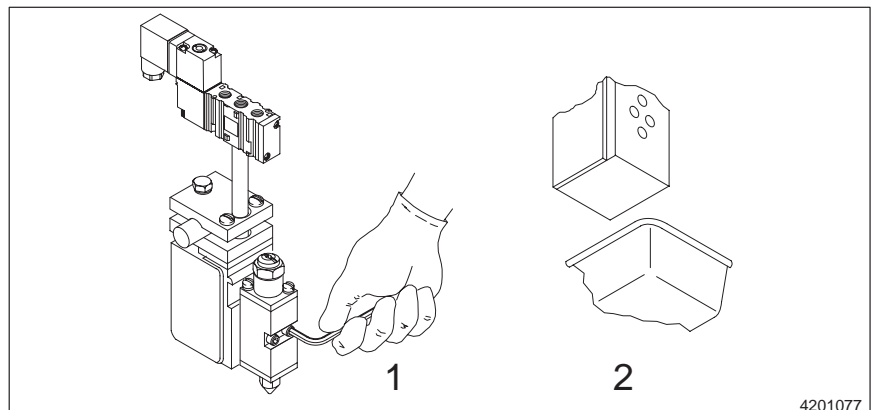

Fig. 6-6 Dépose d'un module et mise en place d'un bac de récupération sous le corps du pistolet
4. Consulter la figure 6-6. Utiliser une clé hexagonale pour enlever les deux vis à six pans creux de l'avant du module (1), puis retirer le module du corps du pistolet.
5. Placer un bac de récupération sous le pistolet (2).